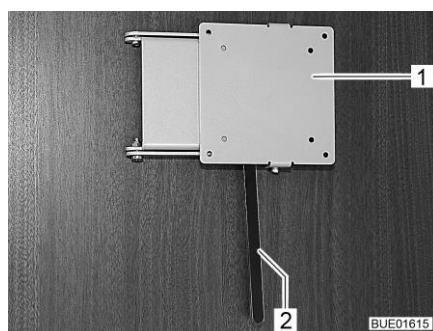

Fig. 87 Supporto con leva di sbloccaggio
- Spingere di lato la leva di sbloccaggio (Fig. 87,2) e ruotare il supporto (Fig. 87,1) con lo schermo piatto nella posizione desiderata.
- Riportare indietro lo schermo piatto finché il supporto (Fig. 87,1) non si innesta nel bloccaggio.